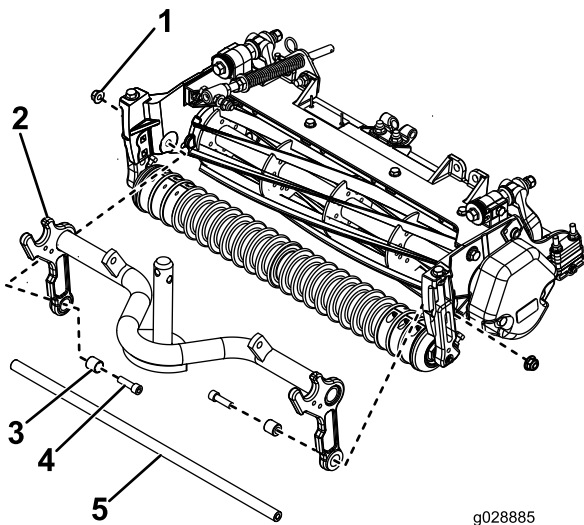

図 9
1. サポートチューブをカッティングユニットのキャリアフレームをサイドプレートに固定しているフランジヘッドボルト2本をゆるめる 図 9。ボルトをキャリアフレームから抜いてしまわないこと。サポートチューブを取り外す。
2. キャリアフレームをサイドプレートに固定するスペーサ2個、ボルト3/8 x 1-1/4 インチ2本とフランジロックナット3/8 インチ2個を使用する 図 9 を参照。